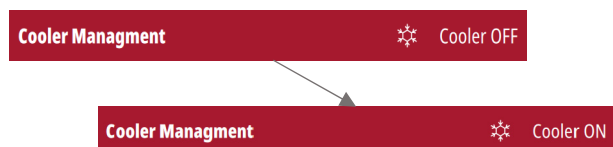

Рисунок 10
- Активируйте охладитель из меню источника питания (Рисунок 10)